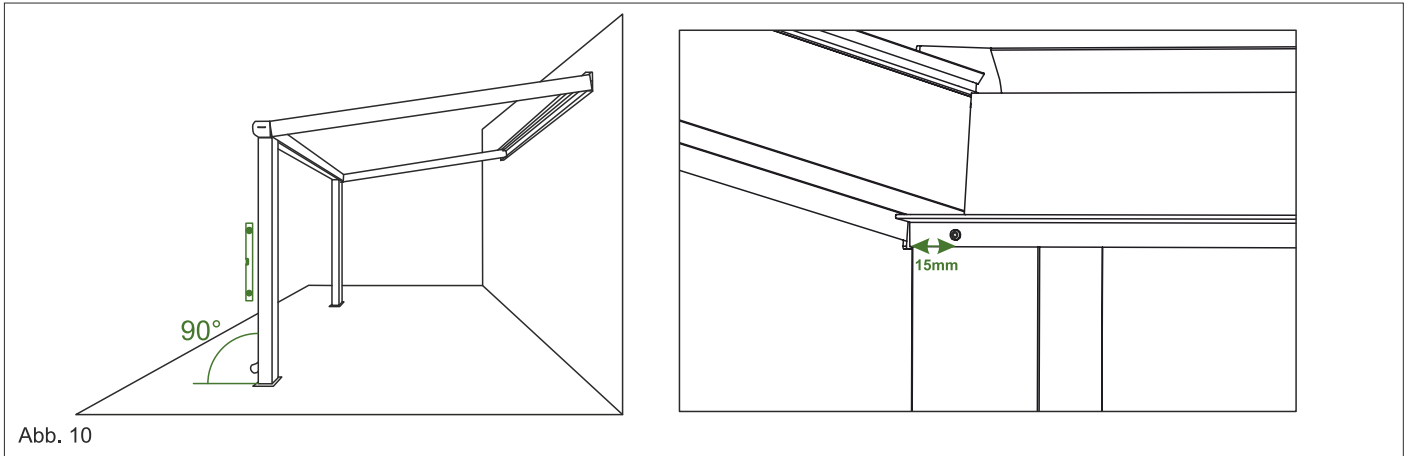

Abb. 10
5. Achten Sie bitte darauf, dass die Neigung der Randsparren genau  $8^\circ$  beträgt. Handelsübliche Digitale Winkelmesser erleichtern Ihnen die Handhabung. Siehe Abb. 10
**A) B) 9.** Auch diesen Pfosten mit einer Bohrkopfschraube (19mm) an der Rinne festschrauben. Ebenfalls mit 15mm Abstand von dem Rinnenrand. Siehe Abb. 10.